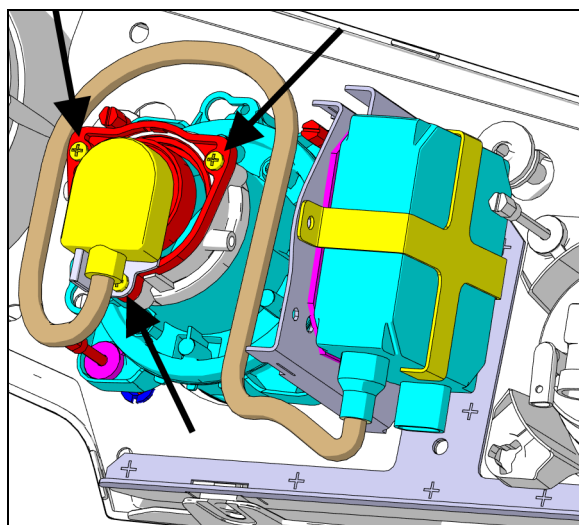

FIGURE 79 : EMBLACEMENT DU PHARE XÉNON
3. Dévisser les trois vis (Figure 79) et retirer le dispositif de retenue et l'ampoule.